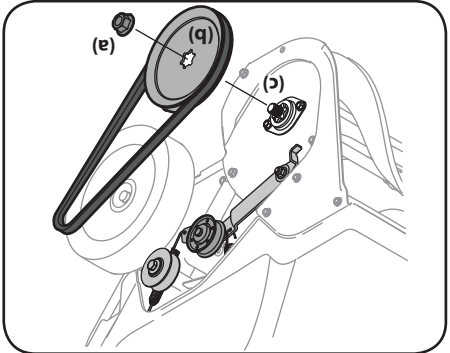

Figure 4-5
5. Retirez l'écrou à bride (a) qui fixe la poulie de la tarrière (b) à l'arbre de la tarrière (c). Voir Figure 4-5.